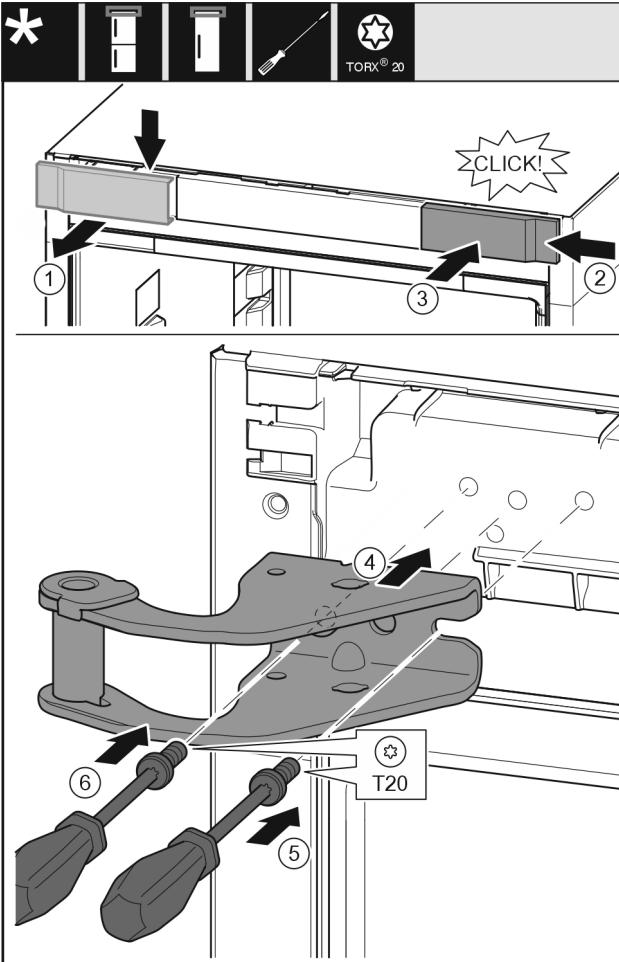

Fig. 9
- Nuimkite dengiamąją plokštelynę iš viršaus į priekį. Fig. 9 (1)
- Dengiamąją plokštelynę, pasukę 180°, užkabinkite kitoje pusėje iš dešinės. Fig. 9 (2)